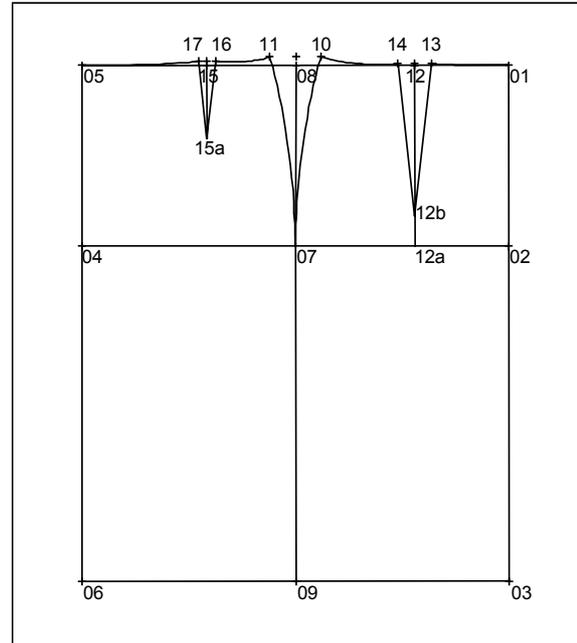

Bild 18-16
**3. Teilschritt: Abnäher einzeichnen (Bild 18-16)**